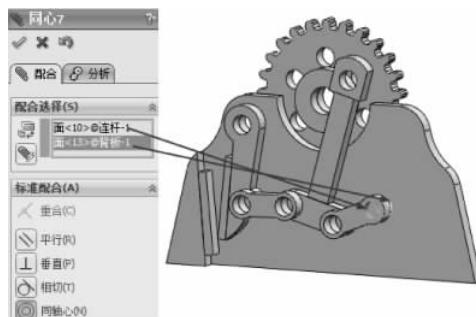

图 3-150 同轴心配合
(13) 选择【标准配合】选项组下的【同轴心】配合类型 ，在【要配合的实体】选择框  中选择如图 3-150 所示的面，其他保持默认，单击【确定】按钮 ，完成同轴心配合。